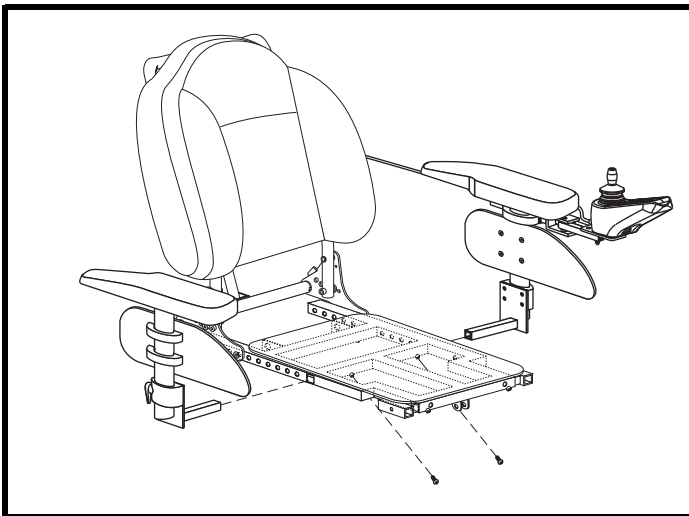

Figure 15. Réglage de largeur du siège
2. Desserrez le support d'accoudoir. **Voir la figure 15.**